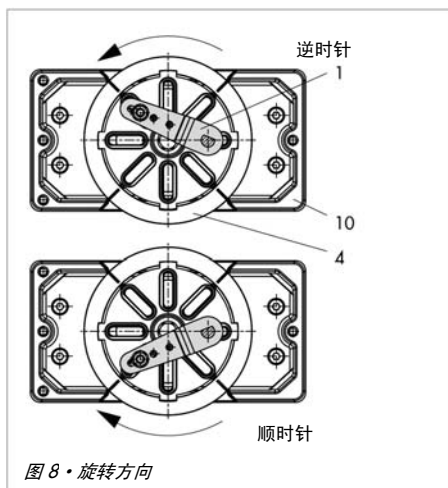

图 8 • 旋转方向
8. 把定位器安装在适配支架（10）上并拧紧固定。根据执行器的旋转方向，调节反馈杆（1）使连接销钉正确嵌入连接轮（4）的槽口中（图 8）。